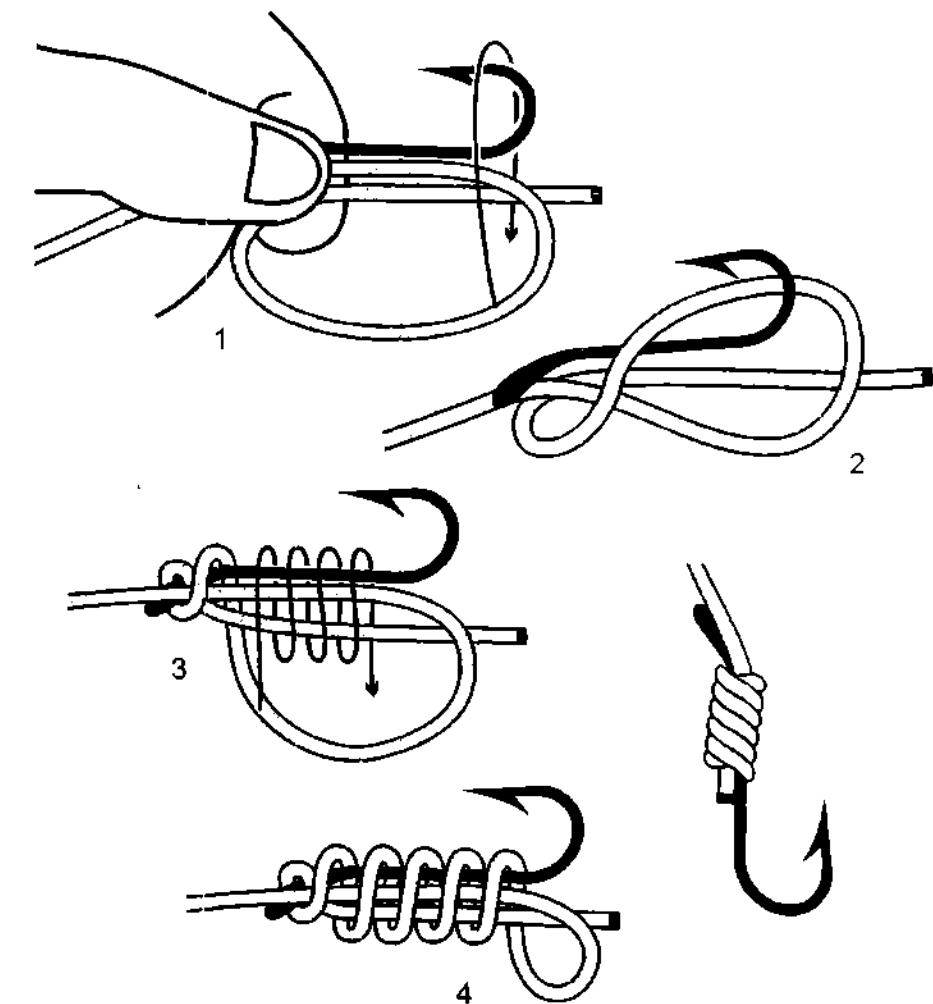

Рис. 742. 2-й способ вязки питонова узла. Питонов узел с пятью шлагами.
**2-й способ вязки питонова узла.** Чтобы завязать **питонов узел** с большим количеством шлагов, из лески формируется петля диаметром 7-10 сантиметров (рис. 742, 743). На место пересечения лески накладывается крючок. Затем петлёй кладутся витки вокруг цевья и лески. Витки должны быть уложены плотно без перехлестов. Не ослабляя натяжения петли, узел затягивается и сдвигается к лопаточке (к ушку). Конец лески обрезается.